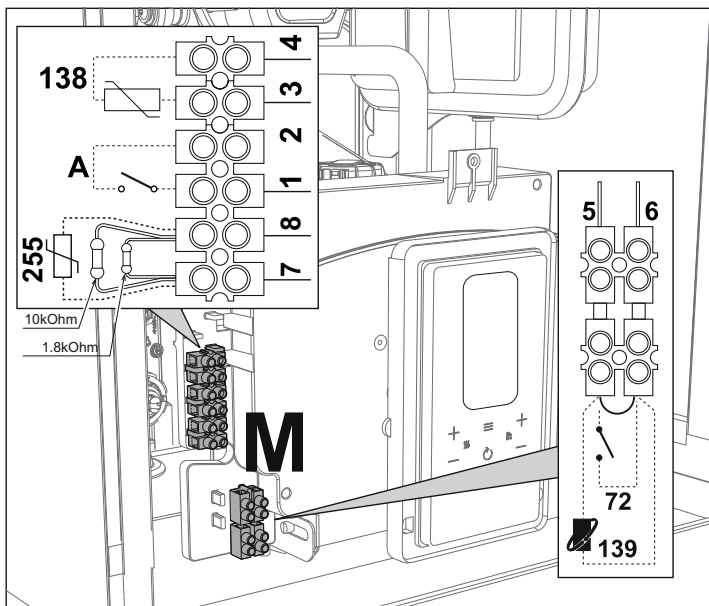
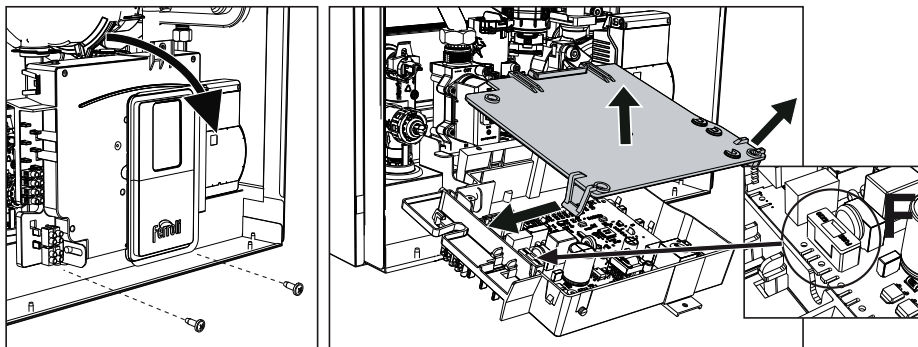

fig. 29
fig. 30
Después de quitar el panel frontal ("Apertura del panel frontal" on page 102) es posible acceder a las borneras (M) y al fusible (F) como se indica a continuación (fig. 29 y fig. 30). **Los bornes indicados en la fig. 29 deben tener contactos secos (no 230 V)**. La posición de los bornes para las diferentes conexiones también se ilustra en el esquema eléctrico de la fig. 66.
Configuración del interruptor ON/OFF (A fig. 29)